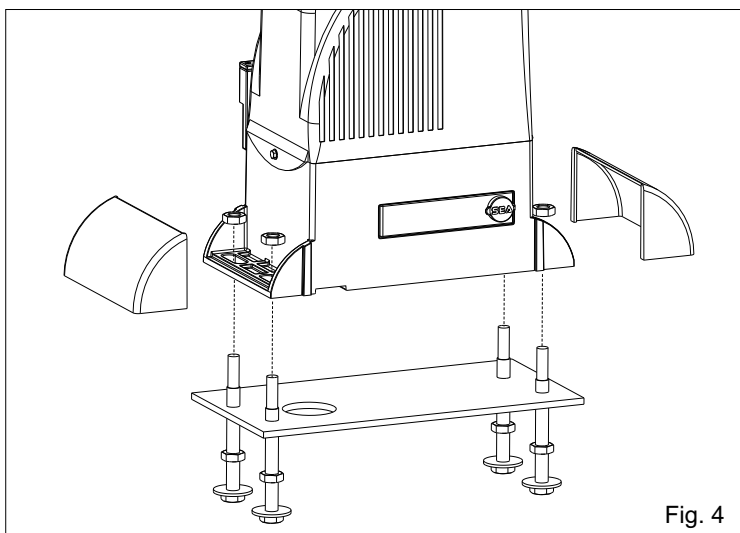

Fig. 4
4.1. Fixer le motoréducteur à la plaque de fondation en réglant la position latérale et son hauteur (Fig. 4 - Fig. 5) en respectant les cotes cités dans Fig. 2.